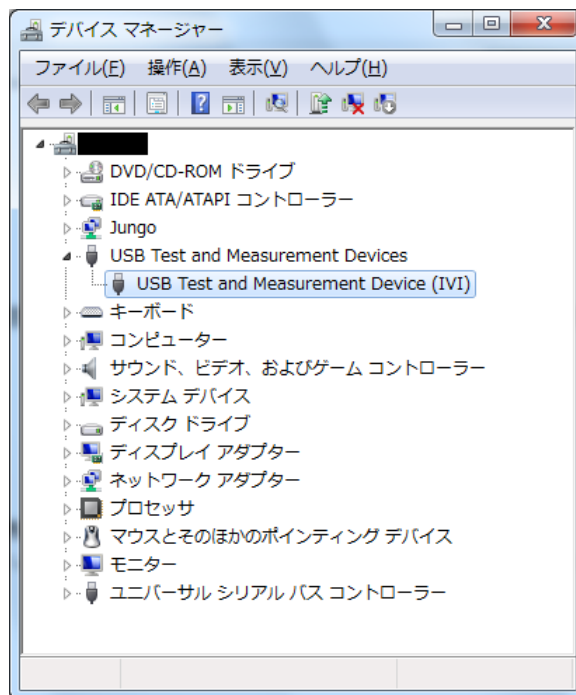

図 2-7
- ① デバイス・マネージャで設定されたドライバの確認を行います。(図 2-7)